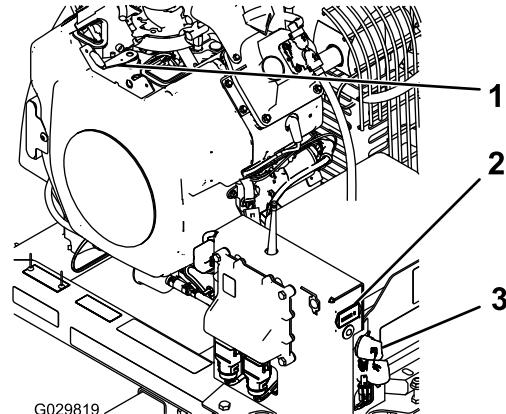

Bild 12
3. Drehen Sie den Zündschlüssel auf die START-Stellung (Bild 12).
3. Drehen Sie den Schlüssel beim Verlassen der Maschine in die Aus-Stellung und ziehen ihn ab (Bild 12).